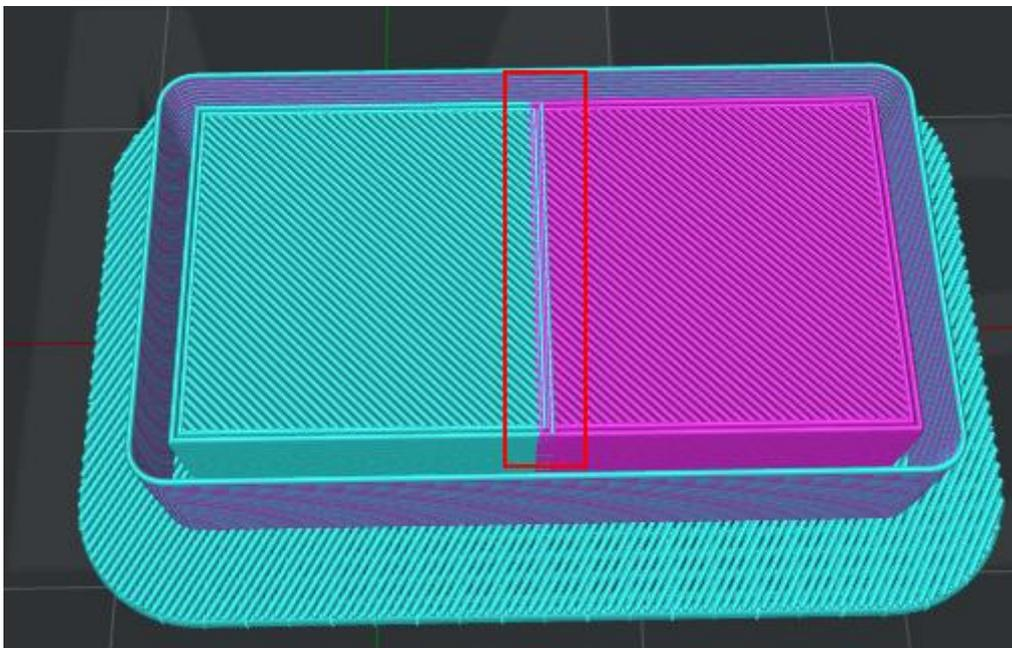

図 6.5 : 2 つのキャリブレーションボックスの間に重なりがあります。
2. 図 6.5 のように 2 つのキャリブレーションボックスの間に重なりがある場合。